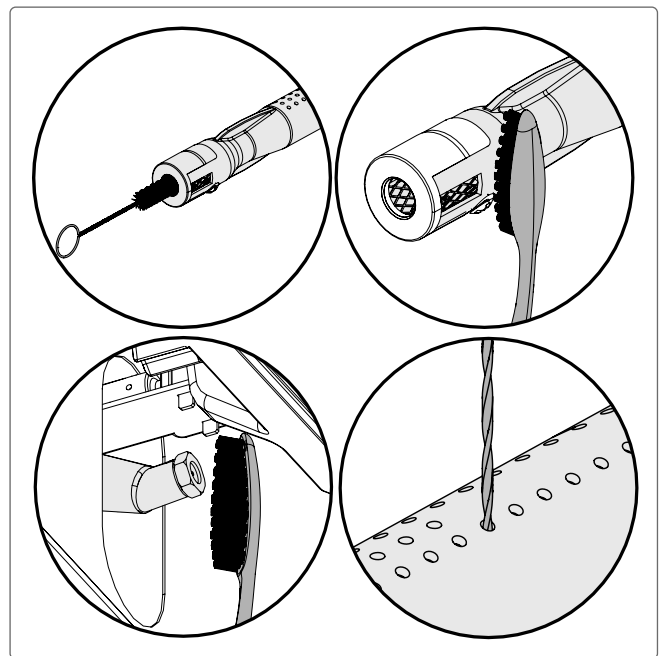

Abb. 15
2. Reinigen Sie das Innere des Brenners mit einer flexiblen Venturirohrbürste. Schütteln Sie lose Rückstände durch den Gaseinlass aus dem Brenner (**Abb. 15**).